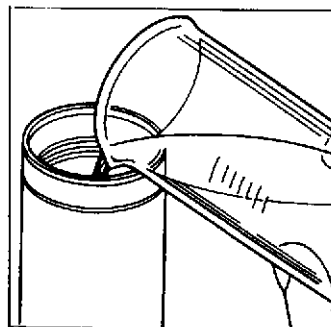

Fig. 7
- 13) Versare nel tubo della forcella metà della quantità prevista per ogni stelo (Fig. 7).
- 13) Pour the half amount of the fork oil into the fork tube (Fig. 7).
- 13) Verser dans le tube fourche la moitié de l'huile prévue pour chaque tige (Fig. 7).
- 13) In das Gabelrohr die Hälfte der für jeden Schenkel vorgesehenen Menge eingiessen (Bild 7).
- 13) Vierta en el tubo de la horquilla mitad de la cantidad prevista para cada vástago (Fig. 7).